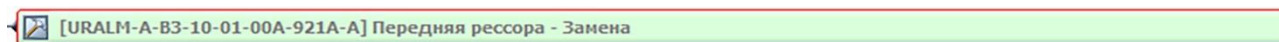

Рисунок 543
3) Введите название модуля данных (рисунок 543). Для этого: